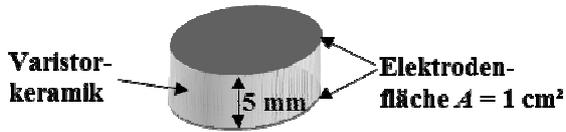

Bild R2-1: Varistor-Probe
An einem keramischen Varistor mit gegebener Geometrie (*Bild R2-1*) ergibt eine elektrische Charakterisierung die in *Tabelle R2-1* gegebenen Messwerte.
- b) Ein einfaches Ersatzschaltbild für den Varistor in *Bild R2-1* bestehe nun aus einer Serienschaltung zweier ohmscher Widerstände. Begründen Sie **wann und warum** dieses Ersatzschaltbild gilt. Geben Sie die **Spannung über den Elementen als Funktion des Stromes für jedes Element** einzeln an, wenn für den spez. Widerstand der Körner ($\rho_K = 1 \text{ } \Omega\text{cm}$) gilt. **Welche Korngröße schätzen** Sie grob für die Keramik ab, wenn Sie eine Nennansprechspannung von 1 kV berücksichtigen? (3 Punkte)